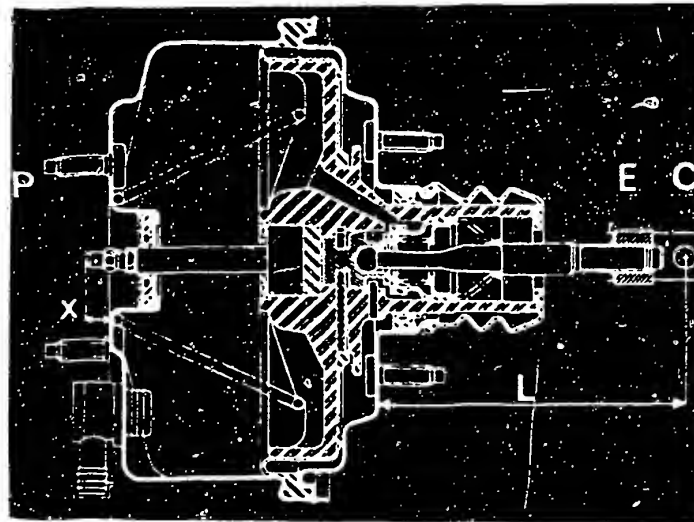

Bild 42 Wichtige Masse beim Einbau des Hauptbremszylinders und des Bremskraftverstärkers: $L = 105\text{ mm}$, $X = 9\text{ mm}$.
a) Beim Einbau des **Hauptbremszylinders** oder des Bremskraftverstärkers sind die Länge der Stößelstange zu messen (Bild 42).